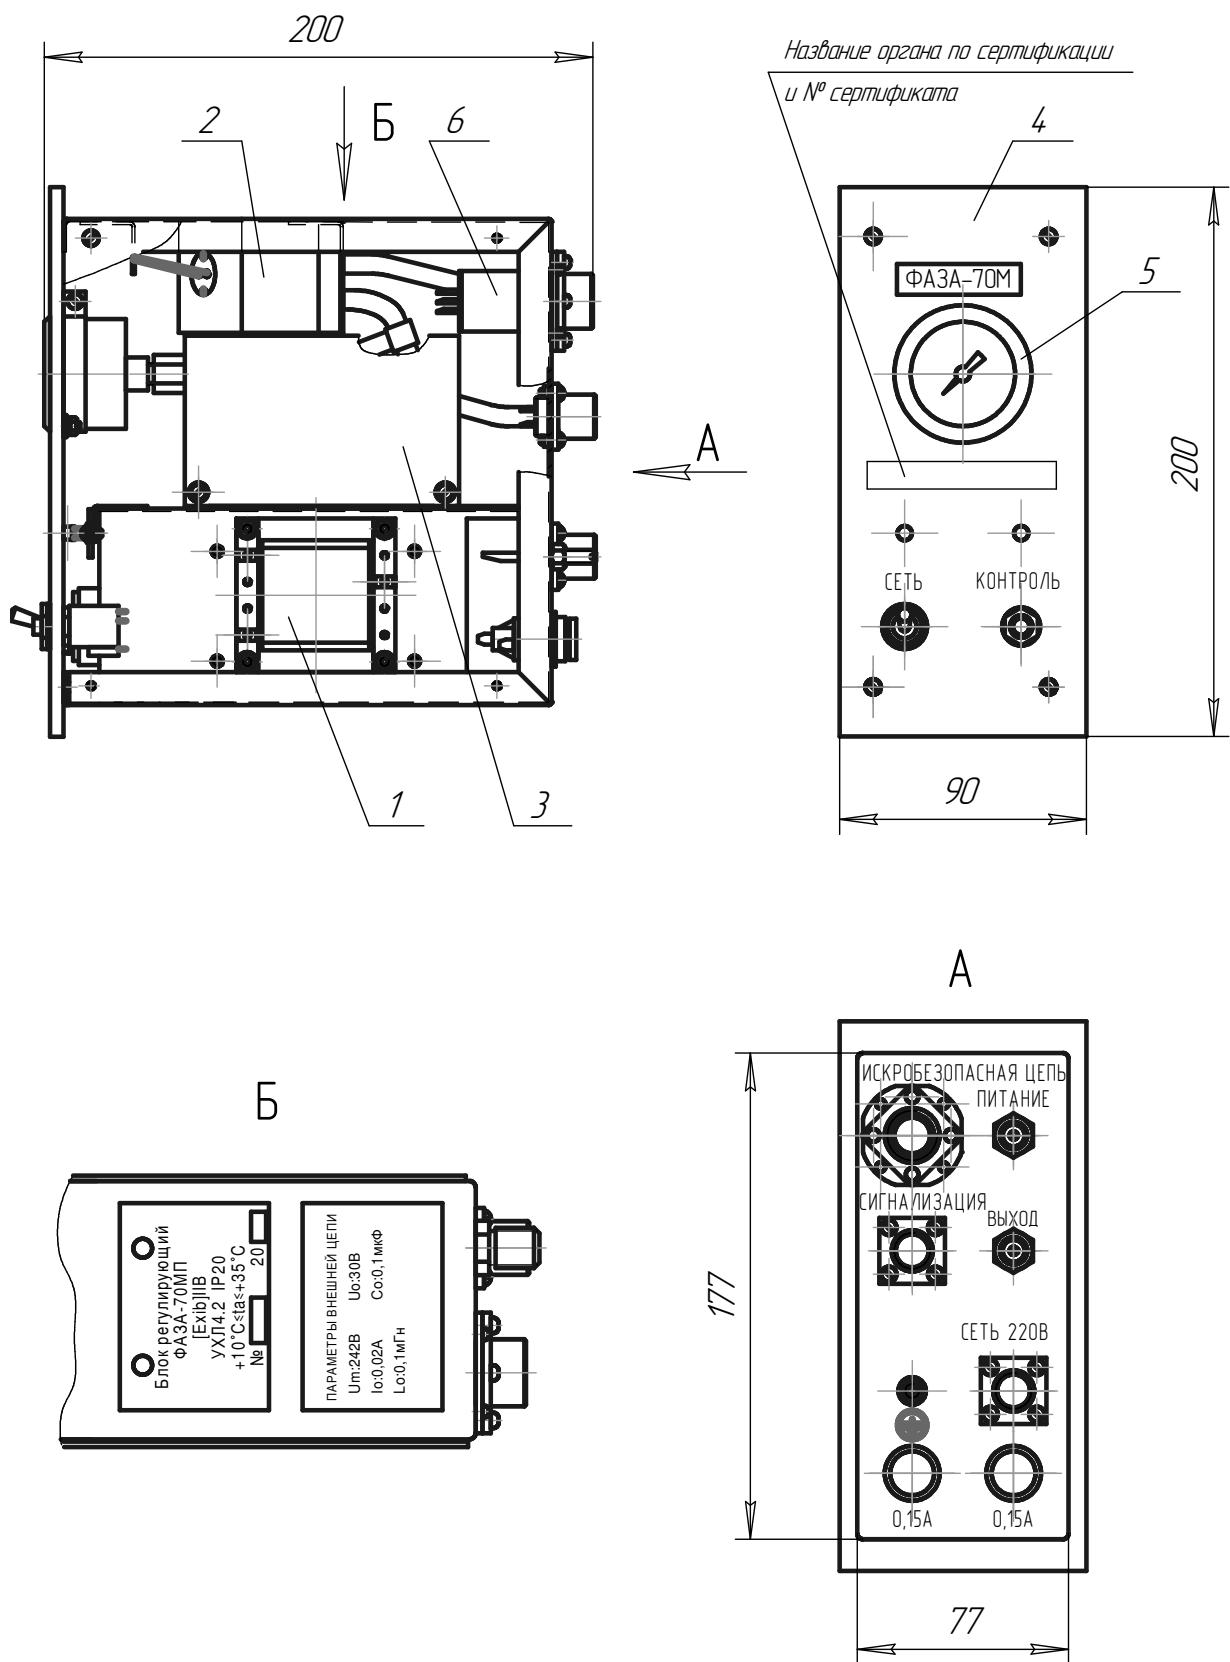
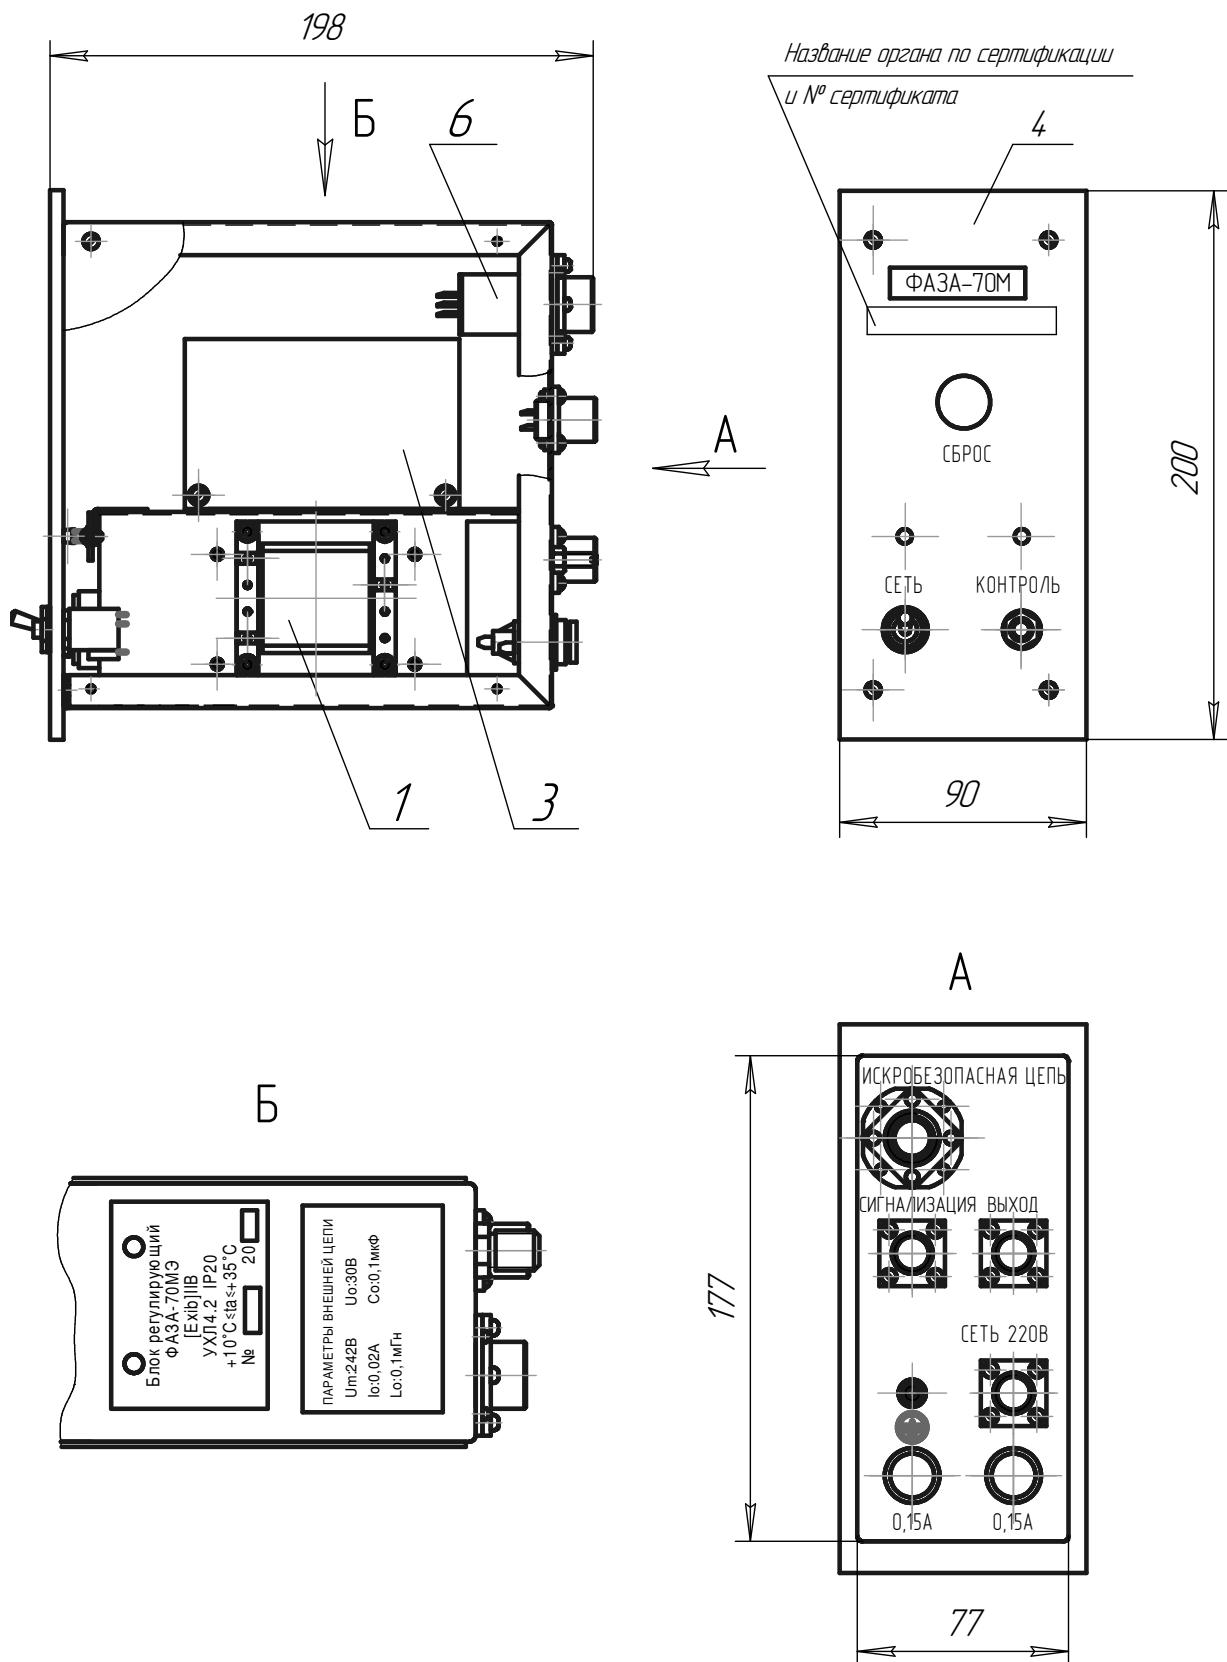

Рисунок 1
Рисунок 2
1.5.1.2 На задней стенке у соответствующих разъемов и штуцеров имеются надписи: ИСКРОБЕЗОПАСНАЯ ЦЕЛЬ, ПИТАНИЕ, СИГНАЛИЗАЦИЯ, ВЫХОД, СЕТЬ 220 В, 0,15 А – рисунок 1; ИСКРОБЕЗОПАСНАЯ ЦЕЛЬ, СИГНАЛИЗАЦИЯ, ВЫХОД, СЕТЬ 220 В, 0,15 А – рисунок 2.